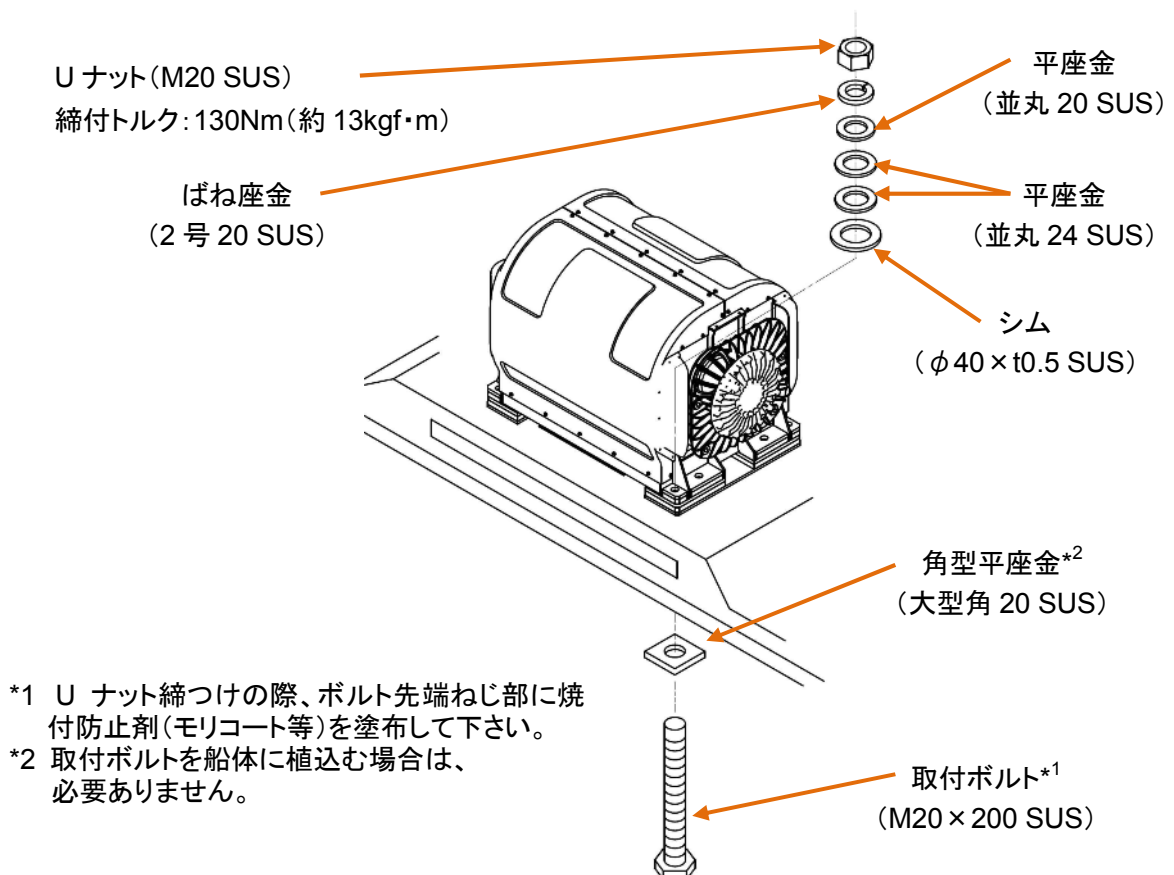
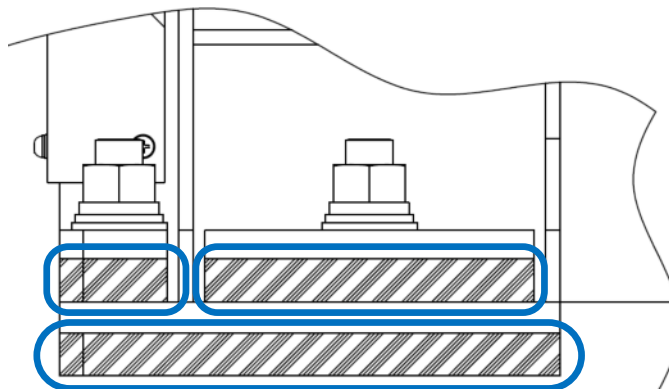

図 4-5 ARG 本体の取付
図 4-6 ボルトの締付順序 (例)
⑩ 図 4-5 に示すように残りの部品を取り付けて下さい。取付ボルトに焼付防止剤（モリコート等）を塗布して下さい。また、ナットで 8 本のボルトを締付トルク 130N・m（約 13kgf・m）で対角線上に対向する順番に徐々に締め付けを実施して下さい。（図 4-6 を参照して下さい。）